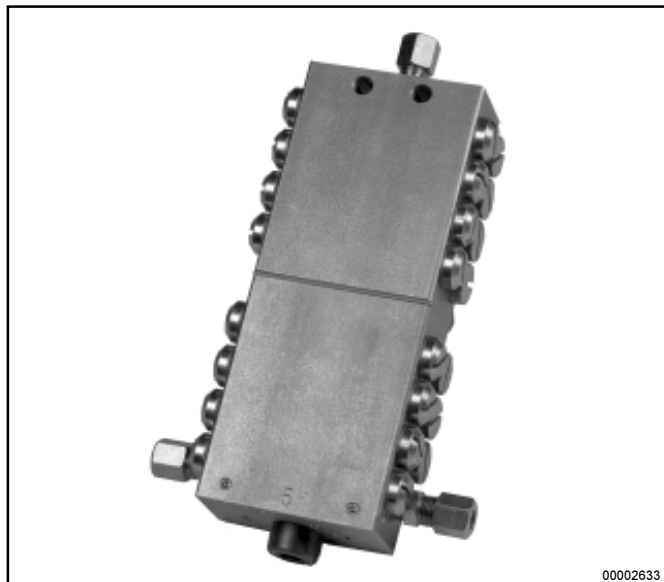

Fig. 22: Doseur de lubrifiant SSV 16
<ul style="list-style-type: none"> • Paliers, conduites ou doseurs bloqués • Dans le cas des doseurs type SSV 6 à type SSV 12, les orifices des sorties 1 et 2 sont fermés. Dans le cas des doseurs SSV 14 - SSV 22, les deux sorties ayant le numéro le plus élevés sont fermées. • La panne peut être discernée de la façon suivante: <ol style="list-style-type: none"> a) Fuite de graissage à la soupape de sûreté b) Les tiges de contrôle des doseurs (si le doseur en est muni) n'effectuent pas leur mouvement d'aller et retour. c) Indication du défaut par la lampe témoin (s'il y en a une) ou l'affichage à diodes lumineuses. 	<ul style="list-style-type: none"> • Chercher la cause du blocage et éliminer la panne comme indiqué ci - dessous. • Laisser la pompe fonctionner (déclencher un cycle de graissage supplémentaire). • Démontez tous les tuyaux polyamide haute pression (G, Fig. 22) reliant le doseur principal (B) aux doseurs secondaires les uns après les autres. Si de la graisse ou de l'huile est débitée brusquement sous pression p. ex. à la sortie 1 du doseur principal (B), le blocage est à localiser dans le circuit du doseur secondaire (D). <p>Remarque: S'il y a un blocage dans le système installé en aval, les tuyaux polyamide haute pression sont alors sous pression. Dans un tel cas, il est difficile de détacher les pièces de raccordement des tuyaux polyamide à haute pression qui sont emboîtées. Pour décharger l'installation, retirer la vis de fermeture ou, s'il y en a, une soupape de sûreté du type „emboîtable“ ou s'il y en a un retirer le nipple de remplissage.</p> <ul style="list-style-type: none"> • Laisser la pompe encore en marche • Démontez tous les tubes polyamide (E) du doseur secondaire D les uns après les autres. Si p. ex. la graisse ou l'huile est débitée brusquement sous pression à la sortie 3, la panne est à localiser dans la conduite reliée à la sortie 3 ou dans le palier raccordé. • Déboucher le palier bloqué ou la conduite bloquée au moyen d'une pompe à main. <p>Remarque: lors de la localisation du blocage, laisser chaque sortie démontée pendant un certain temps, car une seule course de piston est effectuée par rotation du moteur et il faut plusieurs courses pour alimenter tous les doseurs.</p> <ul style="list-style-type: none"> • Vérifier la soupape de sûreté (A). La remplacer, si nécessaire.